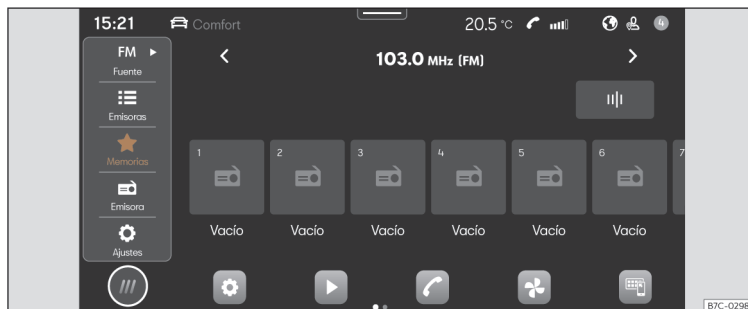

Fig. 127 Representación esquemática: Vista Radio
- Pulse **HOME** > >>> **fig. 127**.